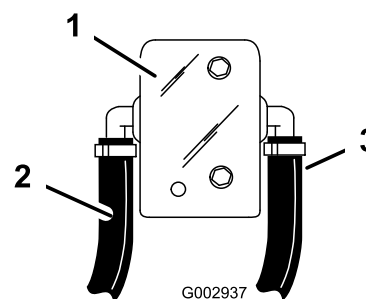

Figura 37
15. Conecte el extremo de una manguera corta de 1/2 pulgada al acoplamiento abierto del acoplamiento en T S53 que instaló en la manguera de agitación, y lleve la manguera al conector dentado trasero de 1/2 pulgada del conjunto de la válvula de bola pequeña (Figura 37).
18. Conecte el extremo de una manguera corta de 1/2 pulgada al lado abierto del acoplamiento en T S53 que instaló en la manguera de desvío, y lleve la manguera al conector dentado trasero de 1/2 pulgada del conjunto de la válvula de bola pequeña (Figura 37).